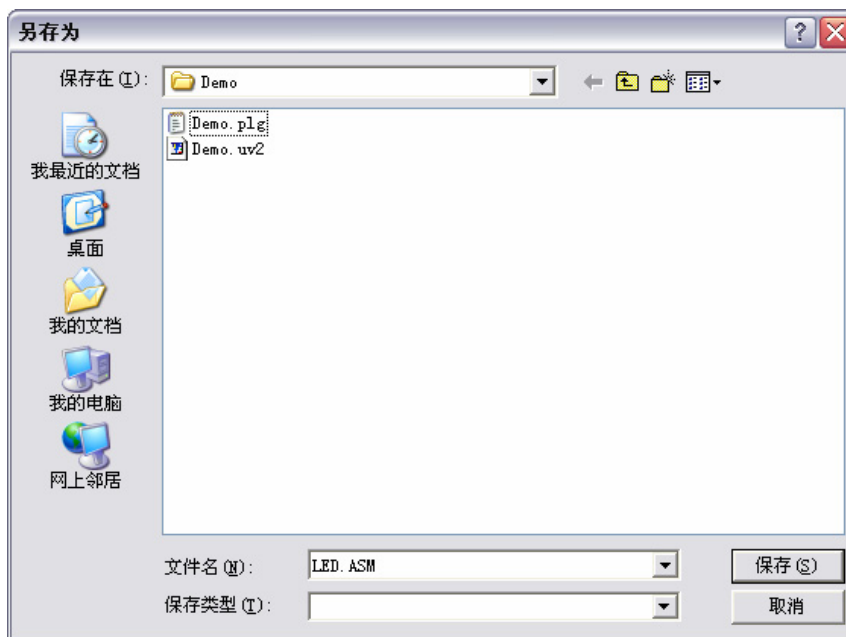

图 4.4
6) 执行菜单“File | New...”, 出现一个名为“Text 1”的文档。接着执行菜单“File | Save”, 弹出一个名为“Save As”的对话框。将文件名改为“LED.ASM”, 然后保存, 参见图 4.4。